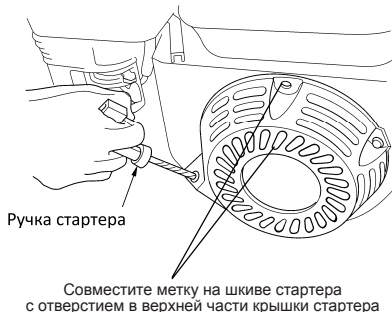

Рис.21 Закрытие впускного и выпускного клапанов двигателя
7. Потяните за рукоятку стартера до тех пор, пока вы не почувствуете сопротивление. Продолжайте тянуть рукоятку стартера до тех пор, пока отметка на шкиве стартера не совпадет с отверстием на кожухе стартера (Рис.21). В этом положении впускной и выпускной клапан двигателя закрыты. Таким образом, Вы предохраните двигатель от внутренней коррозии.